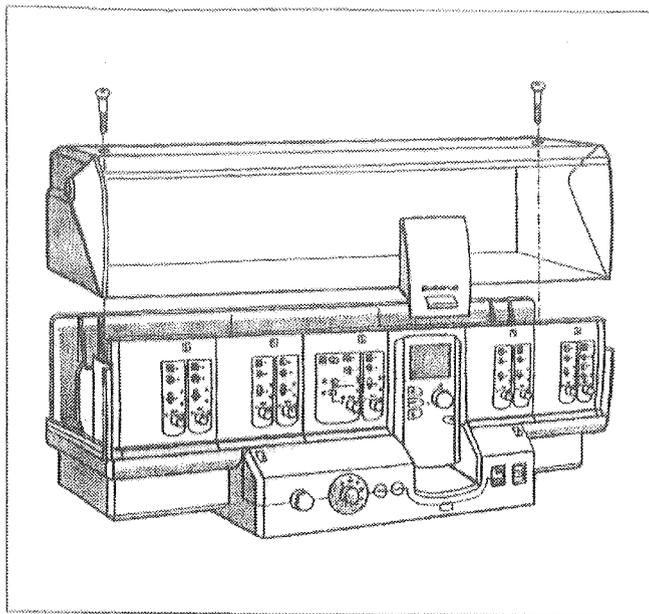
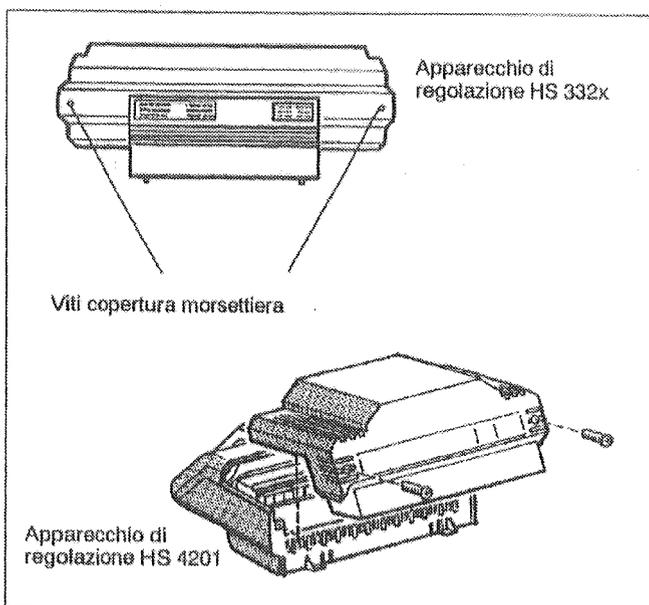

Fig. 12: Copertura morsettiera apparecchio di regolazione HS 431x
Fig. 13: Copertura morsettiera
- Svitare le due viti della copertura morsettiera dell'apparecchio di regolazione. Rimuovere la copertura morsettiera (Fig. 12 e Fig. 13).